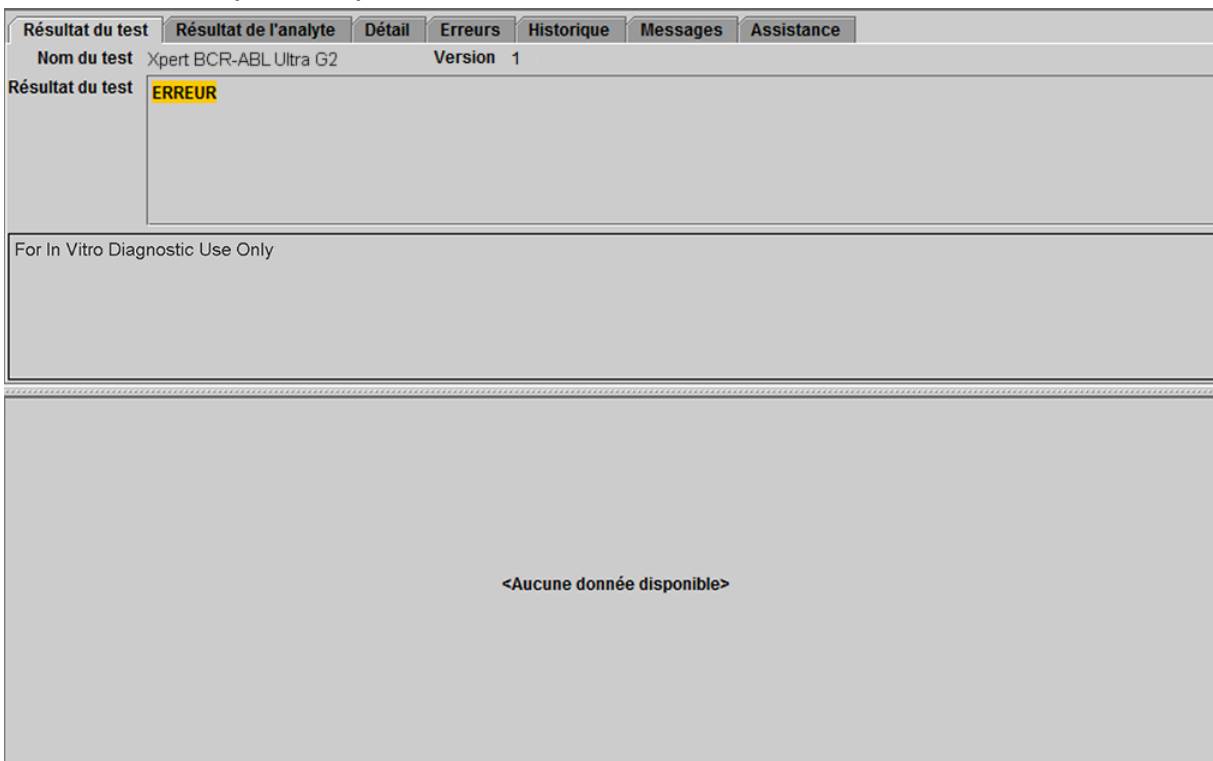

Figure 7. Fenêtre Afficher les résultats (View Results) du système GeneXpert Dx : ERREUR (ERROR)
ERREUR (ERROR) Voir Figure 7.	<p>Le niveau de transcrit BCR-ABL ne peut pas être déterminé. Voir la Section 17 pour obtenir des instructions supplémentaires pour retester l'échantillon.</p> <ul style="list-style-type: none"> BCR-ABL – PAS DE RÉSULTAT (NO RESULT) ABL – PAS DE RÉSULTAT (NO RESULT) Vérification des sondes – ÉCHEC (FAIL) – Échec d'un ou de tous les résultats de vérification des sondes. Vérification des sondes RÉUSSITE (PASS) ou SO (NA) (sans objet) et annulation due à la pression. <p>Si la vérification des sondes a réussi ou affiche SO (NA), l'erreur était due à une limite de pression maximale dépassant la plage acceptable ou à la défaillance d'un composant du système.</p>